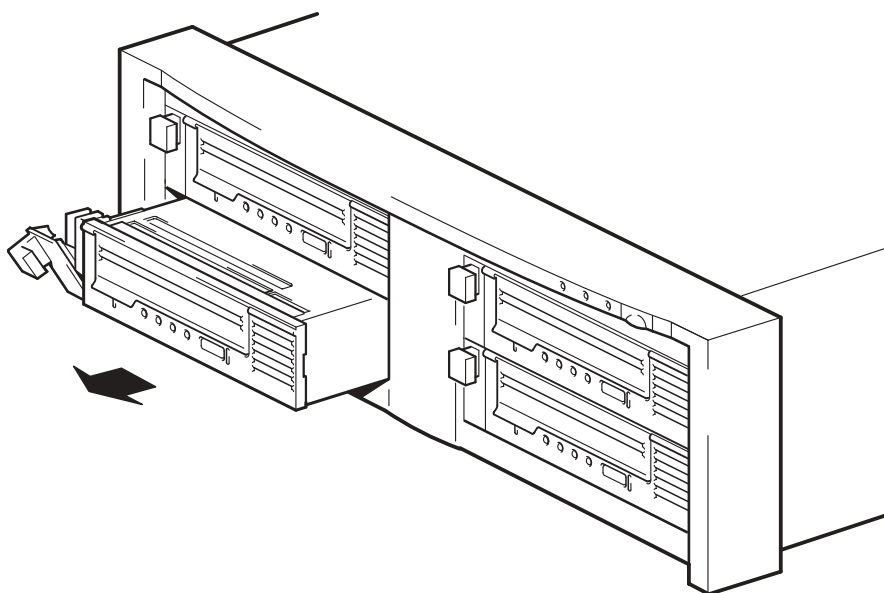

Figura 9b: retirar a unidade
- 2** Usando a alavanca de extração, puxe a unidade delicada e firmemente para fora da matriz de fitas. (Figura 9b)